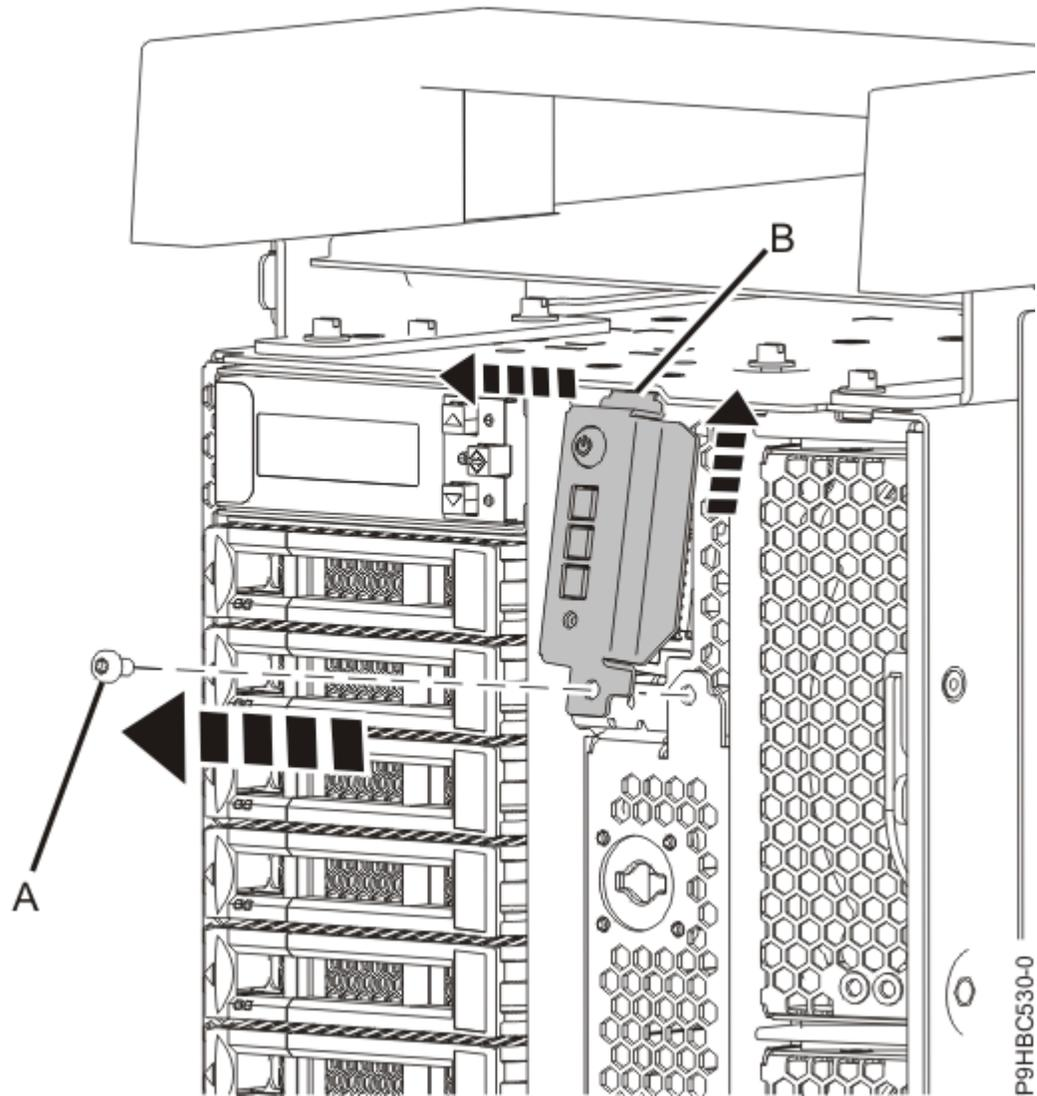

Figura 18. Desapertar o painel de controlo de um sistema autónomo
- a) Remova o parafuso **(A)** que fixa o painel de controlo ao sistema conforme apresentado na Figura 18 na página 20, então rode o painel de controlo para cima até soltar a patilha superior **(B)**.